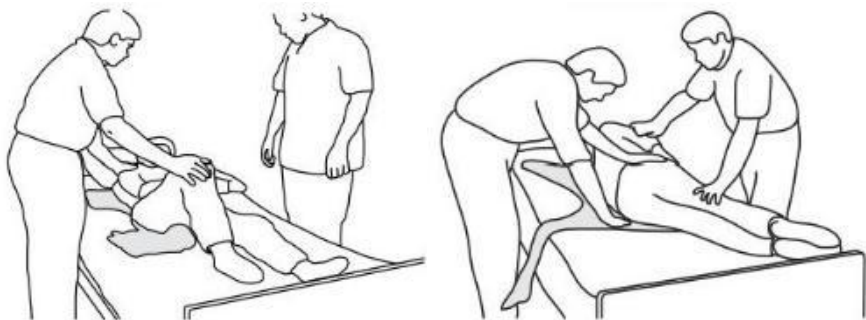

FIGURA 1.2 Far rotolare il paziente su un fianco
NOTA: per questo procedura, fare riferimento a FIGURA 1.1 e FIGURA 1.2
4. Con un assistente su ogni lato del letto E su contro IL materasso, il assistente SU IL mano sinistra lato del il letto sarà posizione la sua mano destra sull'elevato ginocchio e il suo/ la sua mano sinistra sotto il del paziente spalla destra, lentamente spingere sul ginocchio e aiutare con UN lieve sollevare della spalla. La paziente Volere facilmente rotolare su dalla sua parte. Fare riferimento a Dettaglio "A" qui sotto In **Figura 1.2**.